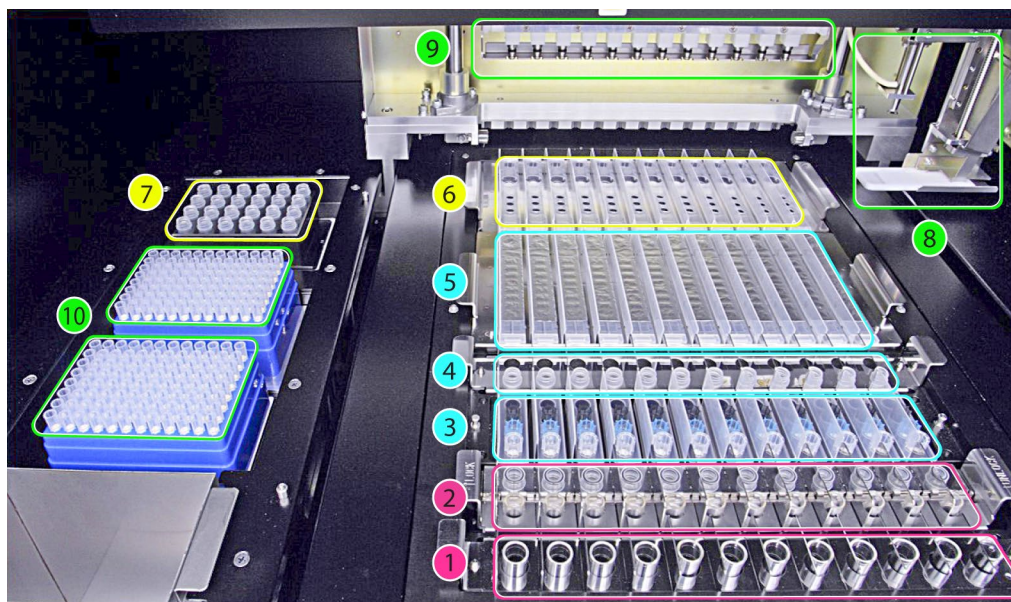

Figure 1 : Zone de chargement du système « ELITe InGenius »
La Figure 1 illustre le système « **ELITe InGenius** ».
La Figure 1 montre : position du portoir pour tubes primaires (1), position du portoir pour tubes de sonication/d'extraction avec capuchons (2), position du portoir pour embouts (3), position du portoir pour tubes d'élution (tube supplémentaire) (4), position du portoir pour cartouches d'extraction (5) et position du portoir pour cartouches de PCR (6), position du bloc de réactifs de PCR et de contrôle interne (gestionnaire des stocks) (7), distribution des échantillons et des réactifs (8, 9), positions du conteneur à déchets (en bas à gauche) et des embouts (10).
- Pour confirmer que les réactifs placés dans la position 7 du gestionnaire des stocks sont en quantité suffisante pour le nombre de tests sélectionnés (voir page 12, Figure 1) comme indiqué à l'écran, appuyer sur le bouton « Next » (Suivant).
8. Placer suffisamment de portoirs à embouts en position 10 (voir page 12, Figure 1).
10. Placer les cassettes de PCR indiquées en position 6 (voir page 12, Figure 1).
12. Placer la/les cassette/s des cartouches d'extraction indiquées en position 5 (voir page 12, Figure 1). Vérifier visuellement les cartouches d'extraction pour s'assurer que les billes se remettent correctement en suspension ; si la remise en suspension ne s'effectue pas immédiatement, secouer vigoureusement les cartouches ou même les soumettre à une brève agitation au vortex (voir la section « Dépannage »).
14. Placer le portoir d'élution avec le nombre de tubes supplémentaires indiqué en position 4 (voir page 12, Figure 1).
16. Placer le nombre de cassettes d'embouts indiqué en position 3 (voir page 12, Figure 1).
18. Placer le nombre de tubes d'extraction indiqué en position 2 (voir page 12, Figure 1).
20. Lorsque « Primary Tube » (Tube primaire) a été sélectionné en tant que position d'échantillon dans l'écran « Perform Run » (Exécution cycle), placer les tubes primaires indiquées en position 1 (voir page 12, Figure 1).